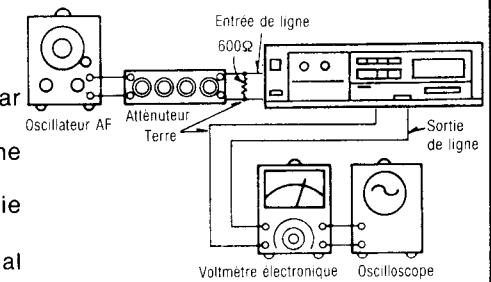

Fig. 15
1. Brancher les appareils comme indiqué dans la Fig. 15.
8. Recommencer à partir de la phase (2).
1. La connexion de l'équipement d'essai est montré sur la Fig. 15.